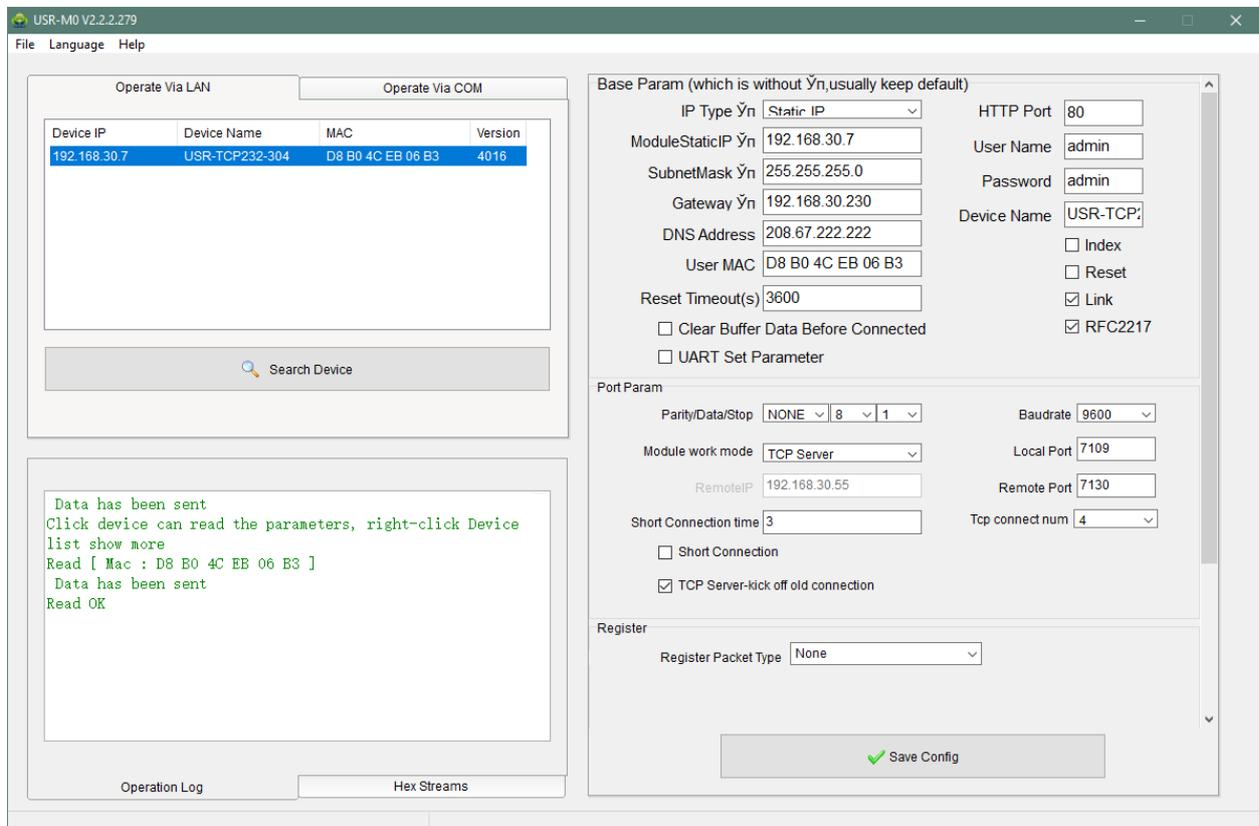

Рисунок 4.3.
5. Навести курсор на подключенное устройство. Справа появится окно для установки параметров конфигурации, приведенное на рис.4.3.